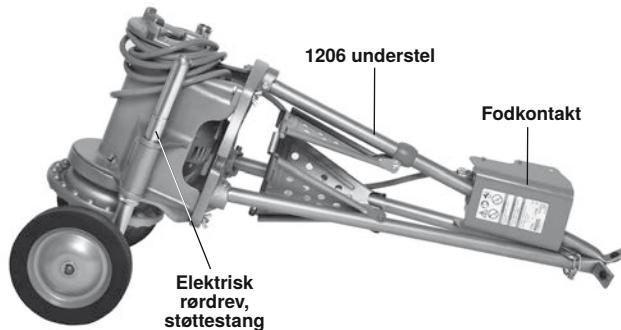

Figur 27 – Samling af transportør nr. 32
- Saml om nødvendigt transportør nr. 32 (se Figur 27).